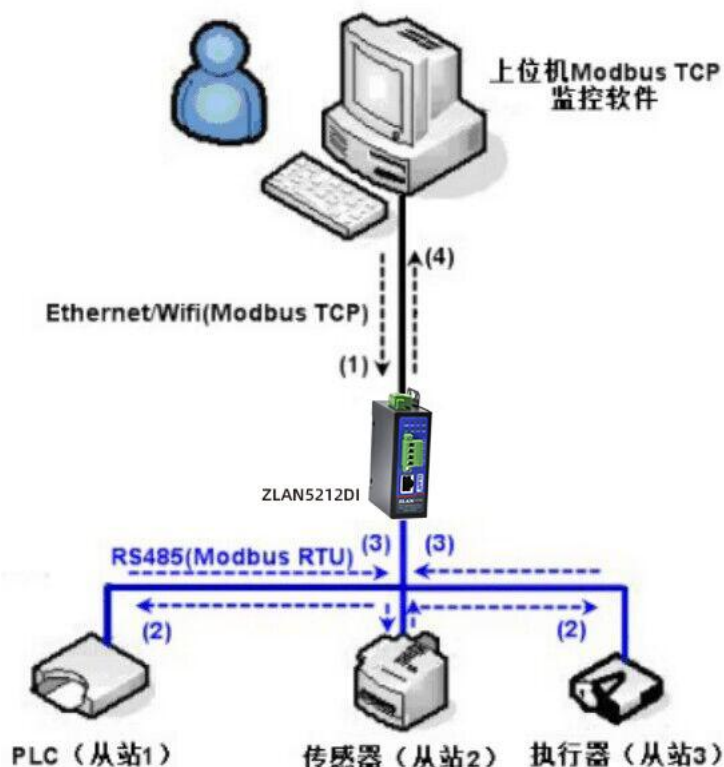

图 38 存储型 Modbus 网关工作方式
如图 38 所示：普通的 Modbus TCP 数据流方向为 (1)  $\rightarrow$  (2)  $\rightarrow$  (3)  $\rightarrow$  (4)。即先将 Modbus TCP 指令转化为 Modbus RTU 的对应指令，然后设备应答 Modbus